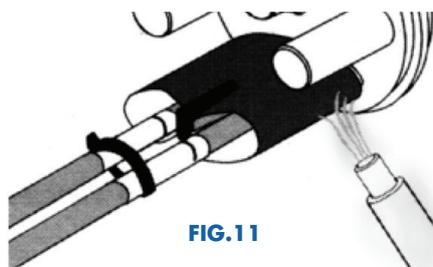

FIG.11
7. Inicie a contração do tubo pela extremidade sobre a entrada oval aquecendo toda sua circunferência até a tinta verde converter em preto. Desta forma o tubo não deslizará durante a contração da outra extremidade. **(FIG.11)**